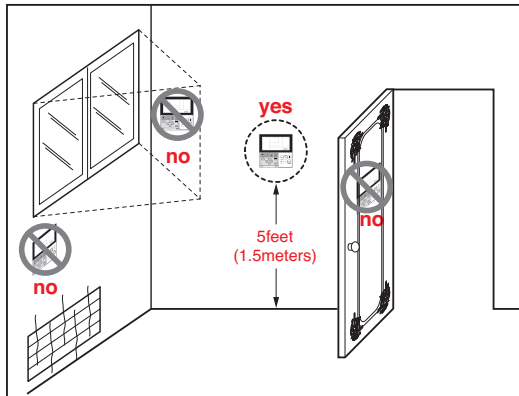

Fig.1 Localizações típicas para o controlo remoto
- Este controlo remoto está equipado com um visor LED de sete segmentos. Para a visualização correcta do LED do controlo remoto, este deve estar correctamente instalado, como na Fig.1. (A altura standard é de 1,2-1,5 m do nível do chão.)